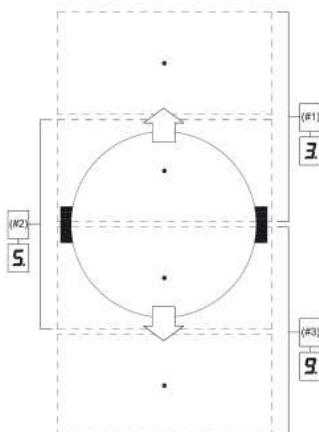

Fig. 31
Cette fonction permet de diviser la zone flexible en trois zones (voir fig. 31) et d'activer une configuration de puissance prédéfinie. Elle permet de faire glisser le récipient d'une zone à l'autre, pour cuisiner avec une puissance attribuée à chaque zone.
Une fois le récipient placé, le niveau de puissance apparaît automatiquement sur les indicateurs de puissance (3) : pour la zone 1, le niveau de puissance est de 3, pour la zone 2, le niveau de puissance est de 5 et pour la zone 3, le niveau de puissance est de 9 (voir fig. 31 et 30).